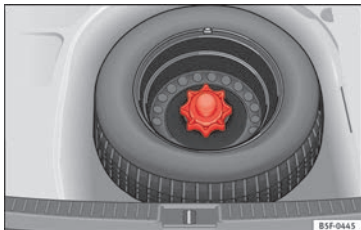

Fig. 243 Rueda de emergencia: piso de carga alzado.
- Alce el piso de carga y manténgalo en posición elevada para poder sacar la rueda de emergencia » **fig. 243**.